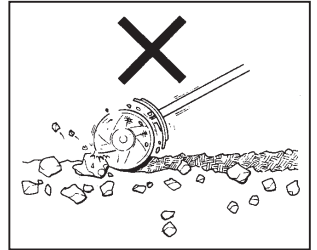

Fig. 9
- b. Do not work in rocky area. If the tines jammed with rock or hard soil, or tangled around with long grasses, shut off engine first then remove the obstruct. (Fig. 9)
- b. Verwenden Sie das Gerät nicht in steinigem Erdreich. Wenn das Pflugmesser gegen Steine oder harte Erdteile schlägt oder wenn sich lange Gräser im Messer verfangen, schalten Sie den Motor aus und beseitigen Sie das Problem. (Abb. 9)